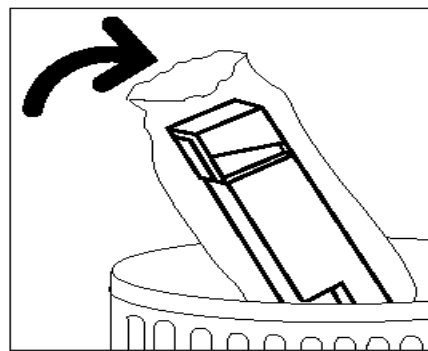

Figure 17 : Élimination du récupérateur de toner usagé
- 5** Placez le récupérateur de toner dans un sac en plastique (voir la figure 17), puis jetez-le conformément à la législation en vigueur dans votre pays.